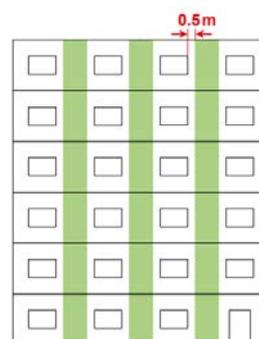

Abb. 12
- 0,5 m Abstand zwischen Begrünung und Öffnungen (beispielsweise Fenster) (Abb. 12)